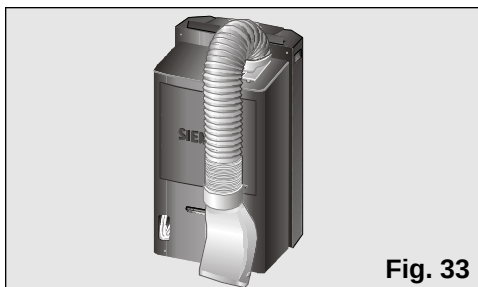

Fig. 33
- ☐ Para ello doblar el tubo hacia la parte trasera del equipo y sujetarlo por el enganche difusor, Fig. 33 y 34.